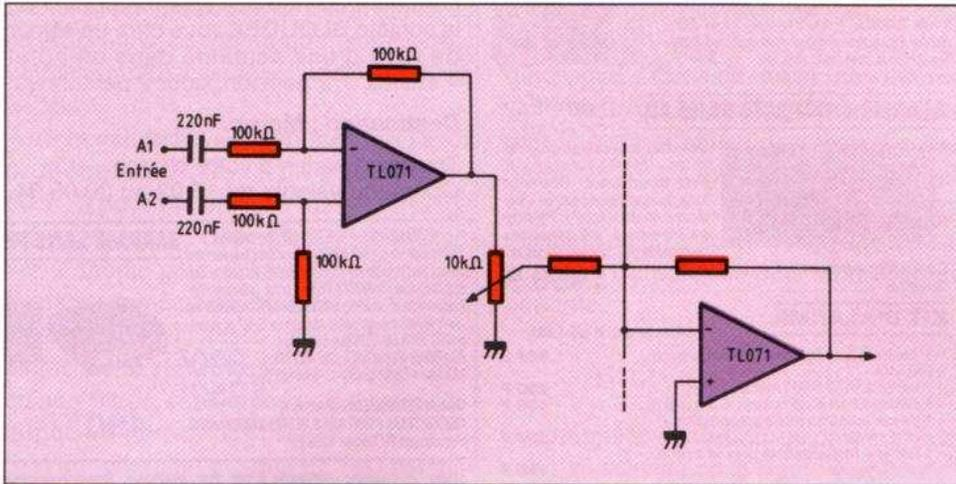

Fig. 4. — Doté d'une entrée différentielle, cet étage tampon est insensible aux perturbations se présentant en mode commun.
**Amplificateur différentiel.** — La figure 4 montre un montage capable de distinguer entre les deux modes indiqués. Si l'on met l'entrée A2 à la masse en entrant sur A1, on obtient un gain égal à 1, avec inversion de phase. Dans le cas contraire, l'amplificateur produit un gain de 2, mais